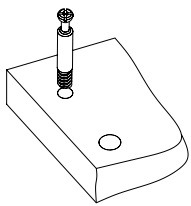

Рис.1
- Вкрутить шпильки минификсов в соответствующие плоскостные отверстия деталей 1, 2, 11 (Рис. 1).